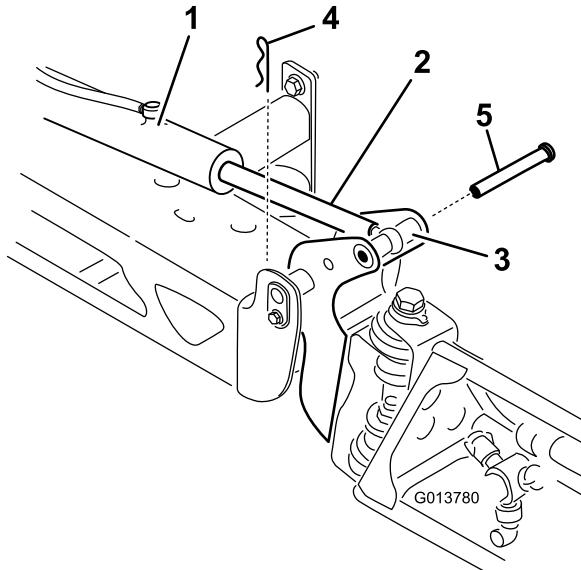

図 113
2. ピボットピンからコッターピンを抜き取る図 113。
3. ブームを持ち上げて、ピンを外し図 113、ブームをゆっくりと床面に降ろす。
9. ブームを支えながら、ブームのピボットとロッド端部の両方にピンを通す図 113。